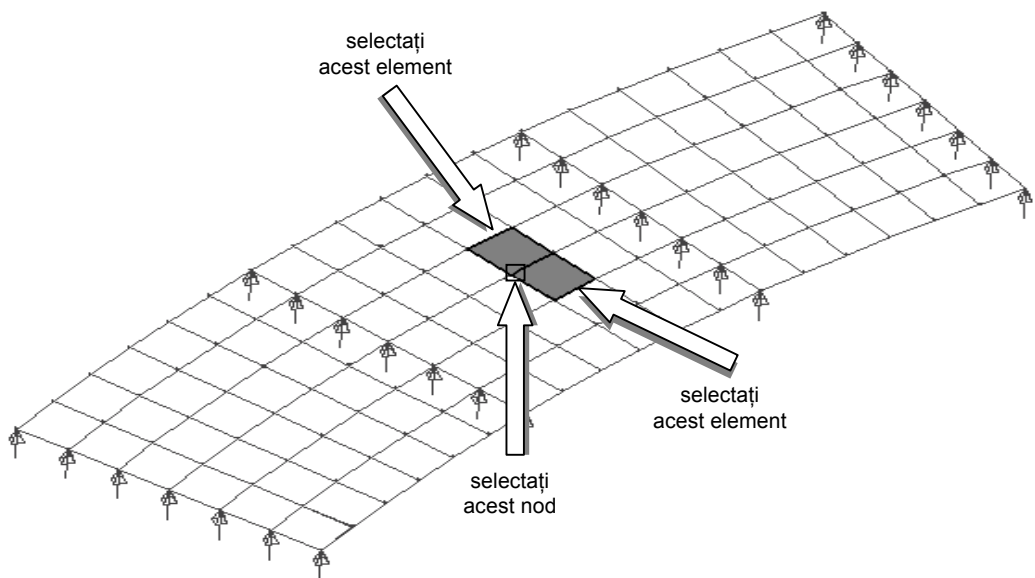

Fig. 28
- selectați nodul central al celei de-a doua deschideri indicat în fig. 28